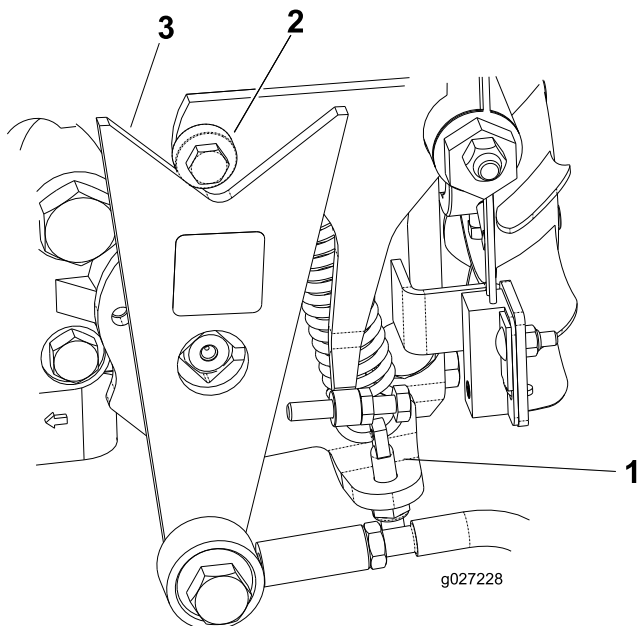

Рисунок 44
- Если колеса вращаются в правильном направлении, заглушите двигатель и отрегулируйте контргайку регулировочного штифта пружины (Рисунок 44). Отрегулируйте нейтральное положение трансмиссии; см. Регулировка нейтрали привода тяги \(страница 37\).